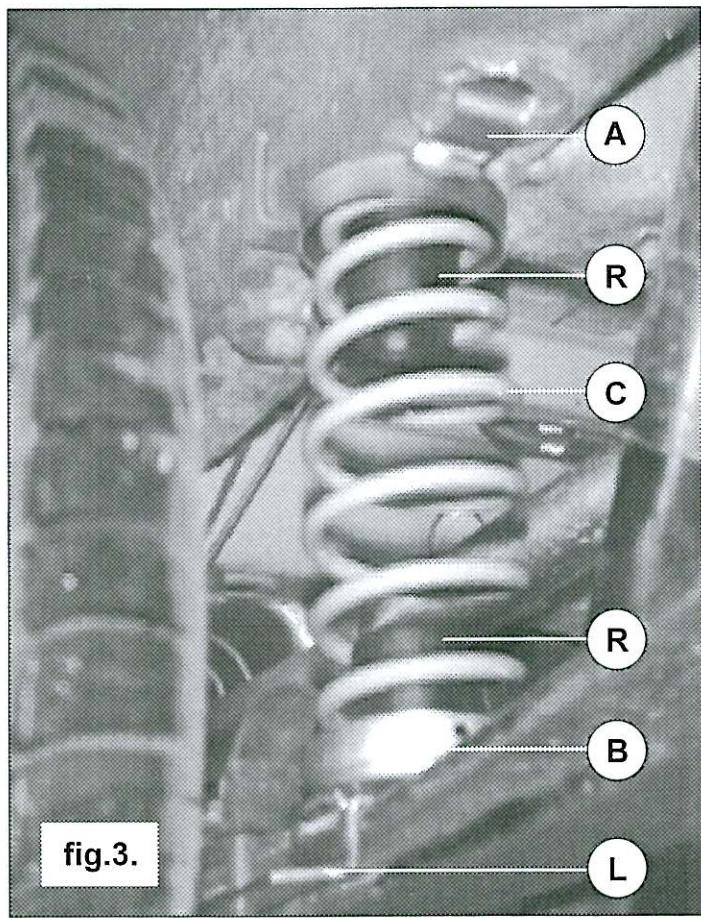

fig.3.
5. Federteller B hinten der Hinterachse auf dem Federblatt aufsetzen. Achte darauf daß der Aussparung in Lippe L um der Federklamme kommt. Siehe Fig.3.
5. Monter l'attache ressort B derrière l'essieu AR, sur le paquet de ressorts. Faire attention à ce que l'ouverture dans la languette L s'accroche autour de l'étrier de ressort. Voir fig.3.